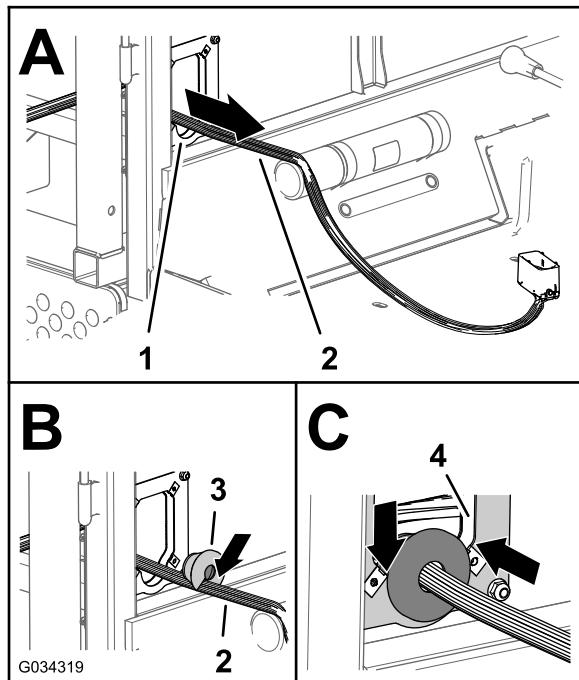

図 9
1. キャブのバッキングプレートに作った開口部から、スプレーヤ用のワイヤハーネスを配設する 図 9。